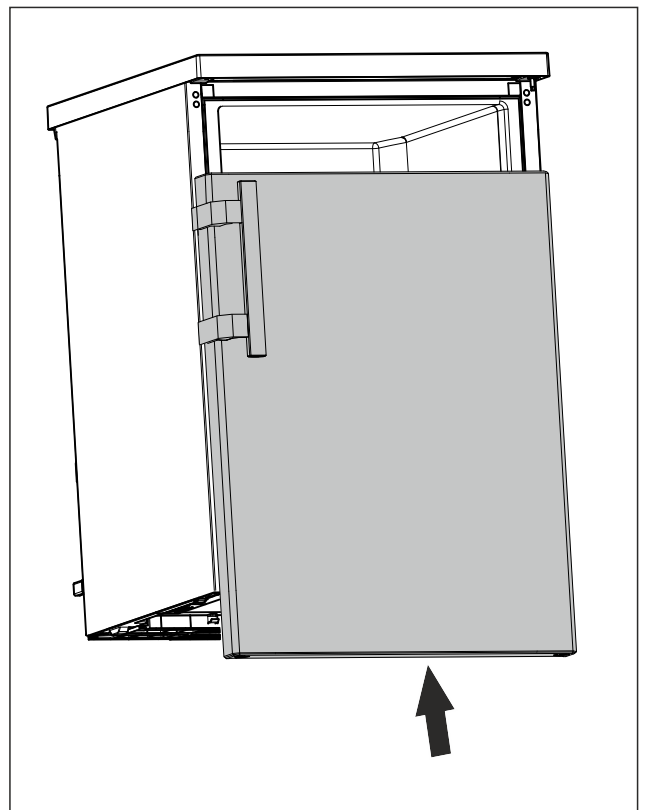

Fig. 16
- ▶ Vrata v zaprtem stanju potisnite na zgornji sornik. (glejte Fig. 16)